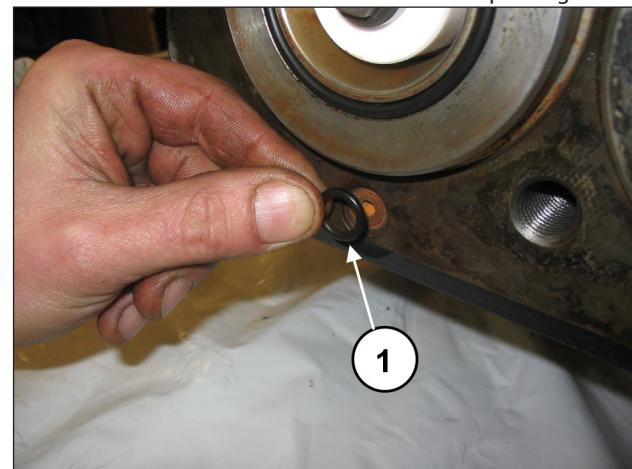

Abb. 188
Montieren Sie den O-Ring der Umlaufbohrung (Pos. ①, Abb. 188).